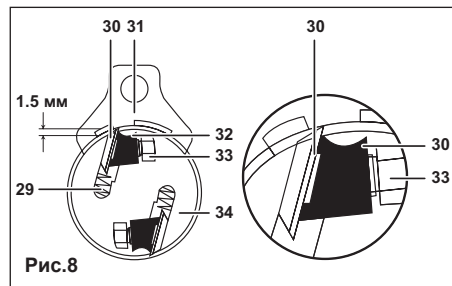

Рис.8
- ▶ Установите нож **30** в строгальный вал **34**, предварительно убедившись, что нож **30** будет закреплен в правильном положении (Рис.8).